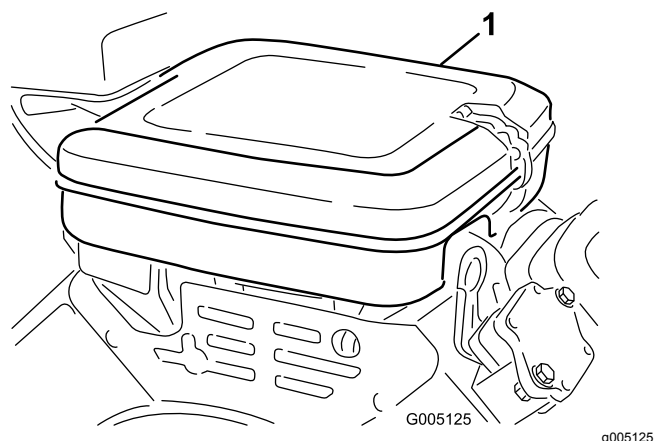

Figura 27
1. Pulite il coperchio del filtro dell'aria (Figura 27).